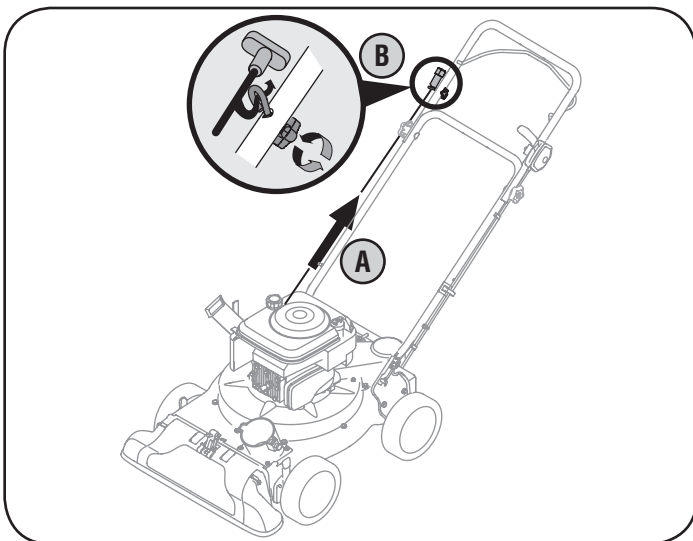

Figura 4
- a. Tire lentamente de la cuerda de arranque para sacarla del motor. Vea la figura 4.
- b. Deslice la cuerda de arranque en la guía. Ajuste la tuerca a mariposa. Vea la figura 4.